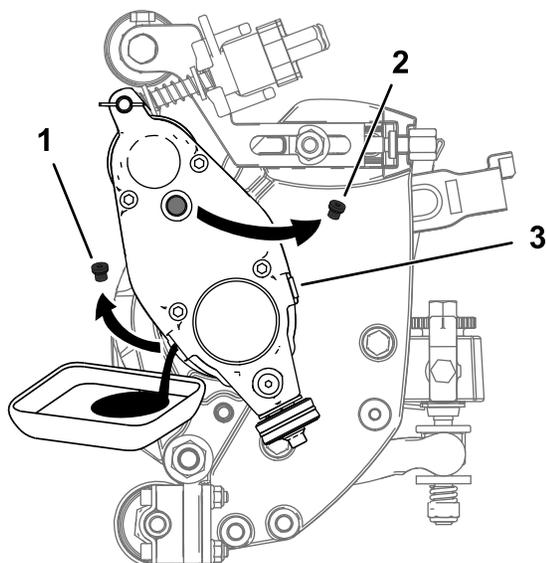

図 28
5. オイルが完全に抜けるようにカッティングユニットを立てて排出口が一番下になるようにする 図 28。